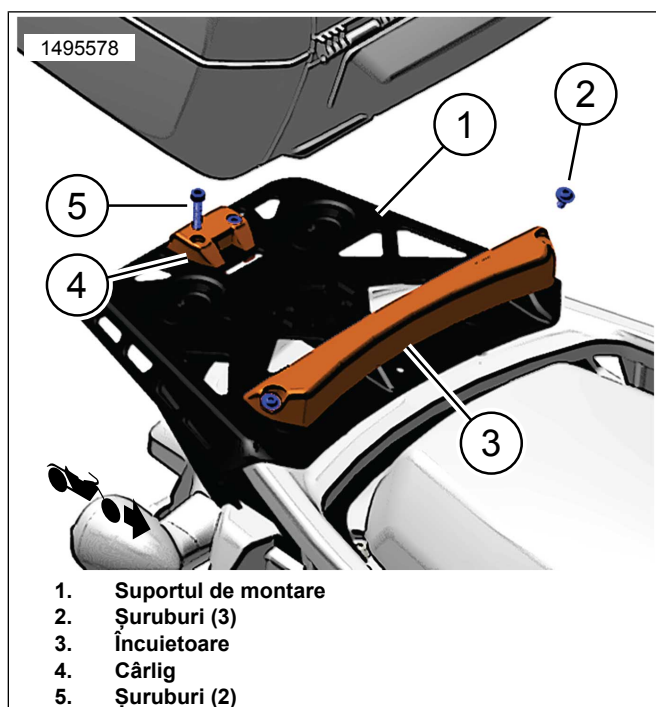
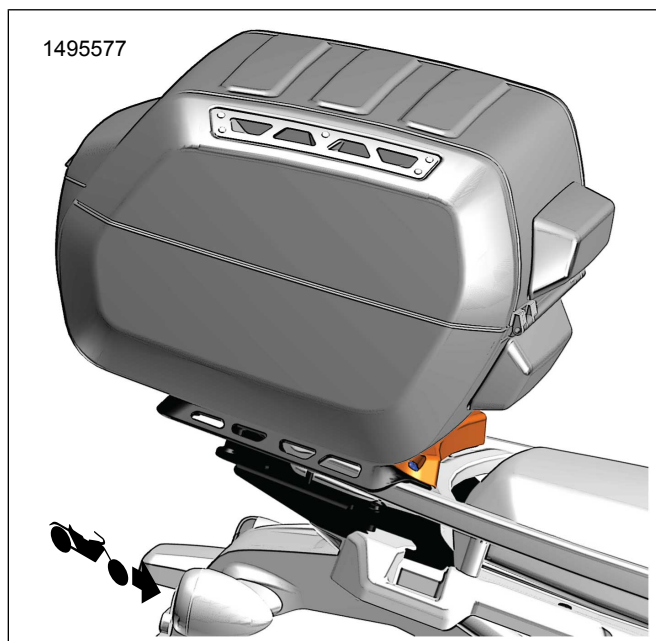

Figura 13. Kit montare (53000812)
Figura 14. Instalare casetă superioară
1. A se vedea figura 13. Instalați kitul de montare pe suportul de montare.
- a. Montați zăvorul (3) cu trei șuruburi (2) pe fața suportului de montare (1). Strângeți.
3. Consultați Figura 13 și Figura 14 . Glisați caseta superioară în încuietoarea din față (3), balansați până când se fixează cu un clic în cârligul din spate (4) .